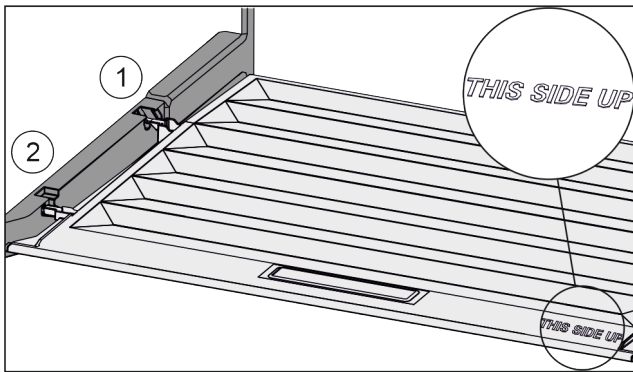

Fig. 95
- ▶ Вставити поперечні ребра через отвір заднього тримача Fig. 95 (1) і зафіксувати спереду у тримачі Fig. 95 (2).